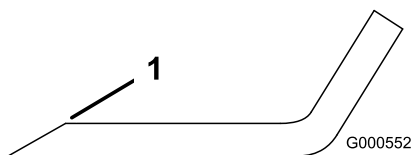

Bild 83
1. Schärfen Sie die Schnittkante an beiden Enden des Schnittmessers mit einer Feile (**Bild 83**).
Hinweis: Feilen Sie, wenn das Schnittmesser nicht ausgewuchtet ist, vom Flügelsbereich des Messers etwas Metall ab (**Bild 83**).